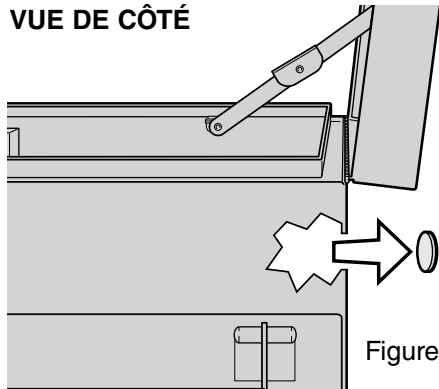

Figure 4
2. À l'aide du tournevis et du marteau, chassez avec précaution la pastille depuis l'intérieur du coffre, de façon à ce que l'anneau métallique tombe en dehors du coffre (figure 4).